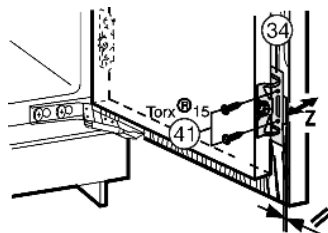

Fig. 23
- ▶ Avvitare la porta dell'apparecchio all'anta del mobile con le viti Fig. 23 (41) attraverso la squadretta di fissaggio Fig. 23 (34).